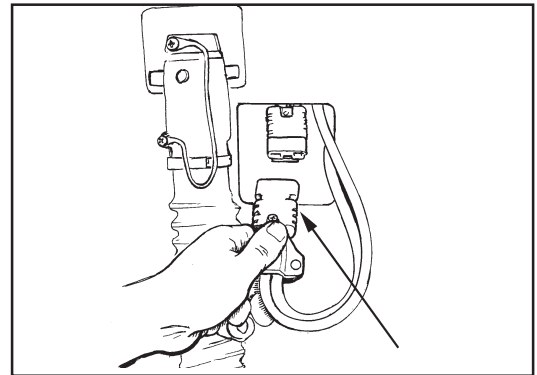

Figura 14A
4. Levante el depósito de recuperación y ponga el brazo soporte. (Véase figura 14A.)